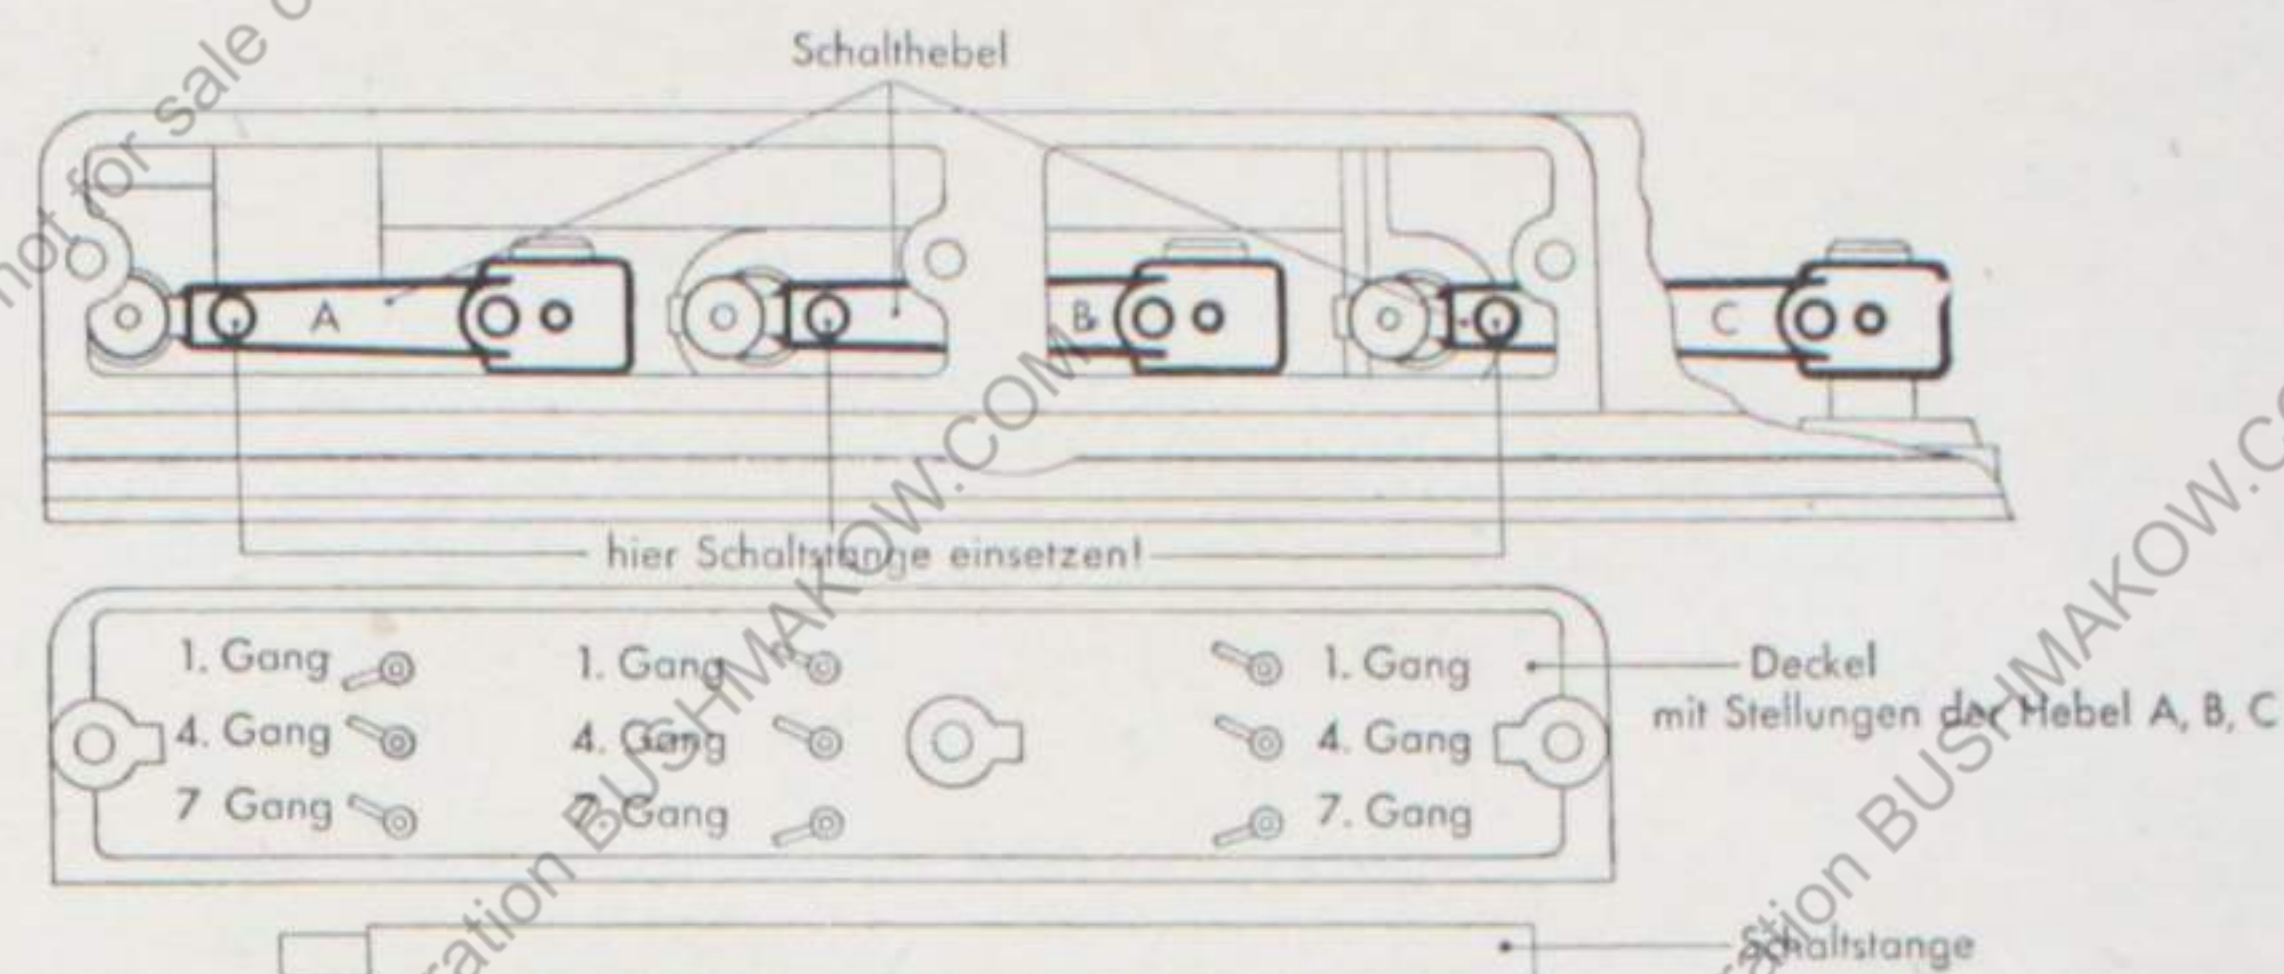

Bild 42
2. Die drei kleinen Schalthebel A, B, C mit Schraubenzieher oder Schaltstange in die Stellung des 1., 4. oder 7. Ganges einrücken (Bild 42).